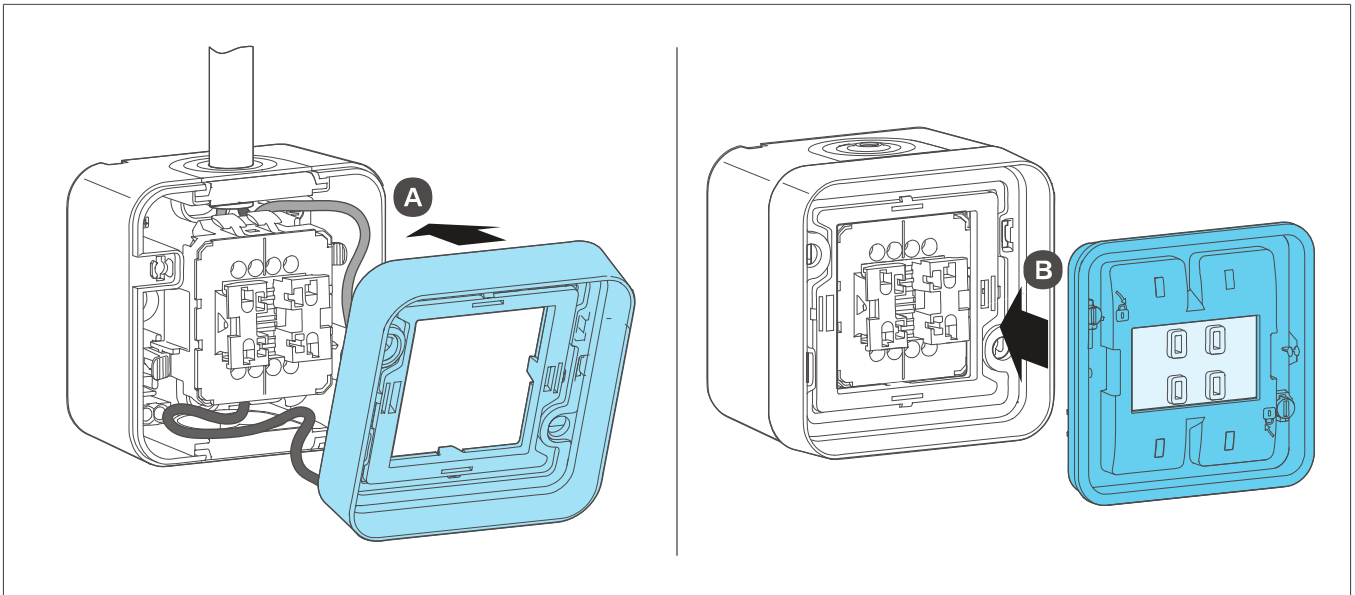

Bild 11: Beleuchtbaren Rahmen aufsetzen (links) / Dichtung einrasten (rechts)
- 6 Beleuchtbaren Rahmen (3) lagerichtig auf das Gehäuse-Unterteil setzen A (Bild 11, links).
- 7 Die Dichtung (2) im Rahmen einrasten B (Bild 11, rechts).